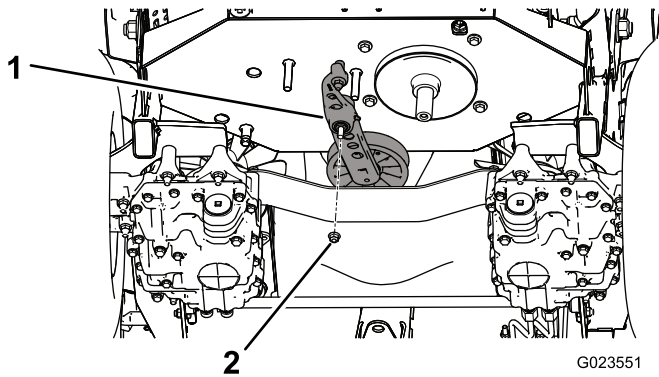

図 58
5. テンショナアセンブリをフレームに固定しているナットを外す 図 58。